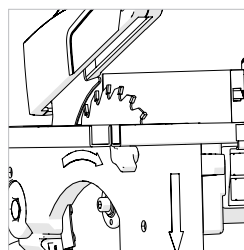

Fig. 21
- Deslize o conjunto da guia até à lâmina, levantando a dispositivo protetor da lâmina com a mão, de modo a que a placa frontal fique apoiada na lâmina e sob o dispositivo de proteção de lâmina. **(Fig. 21)**